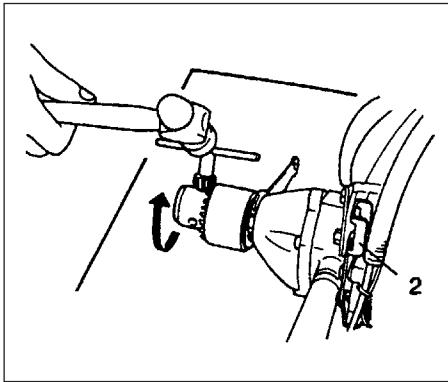

Fig. 2-6B
• Setzen Sie zum Lösen des Spannfutters den Schraubenschlüssel auf der anderen Seite an, und schlagen Sie von dieser Seite auf den Spannfuttergriff, um das Futter zu lösen. Der Sperrenhebel ist hierbei eingeschaltet. (TED-270PFL/270PFLS/270PFDH/270PFDLS/270PFHS) (Fig. 2-6B)